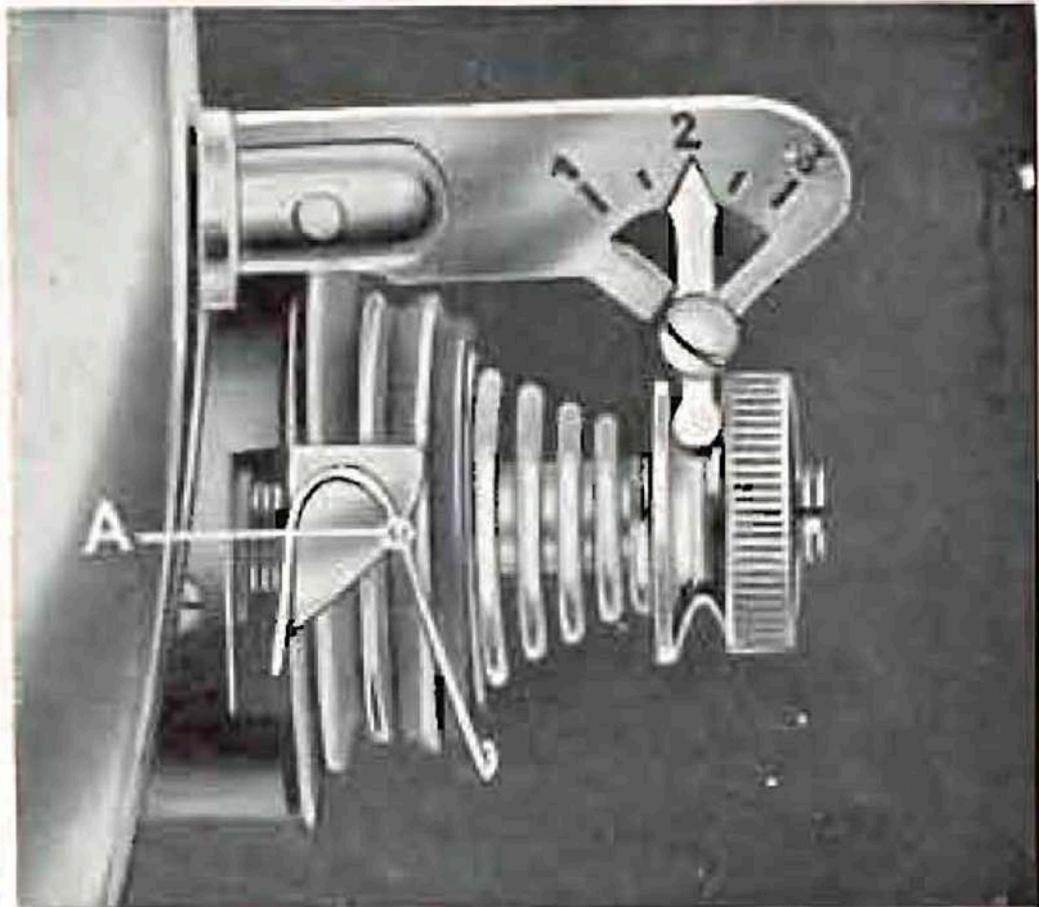

Fig. 8
2. Fadenspannung regulieren. Zeiger der Fadenspannskala, Fig. 8, zwischen $1\frac{1}{2}$ und $2\frac{1}{2}$ einstellen.
1. Fadenspannung locker machen (Zeiger der Fadenspannskala, Fig. 8, auf 1 bis $1\frac{1}{2}$ einstellen).